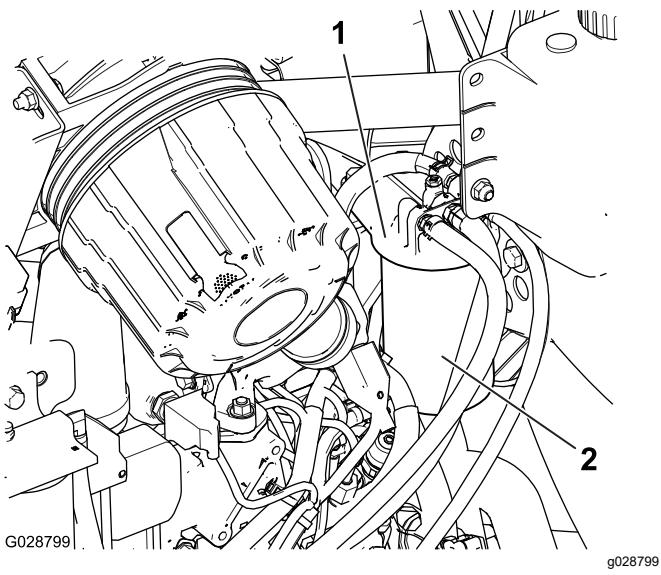

Bild 50
1. Reinigen Sie den Bereich um den Kraftstofffilterkopf (Bild 50).
2. Entfernen Sie den Filter und reinigen die Kontaktfläche (Bild 50).